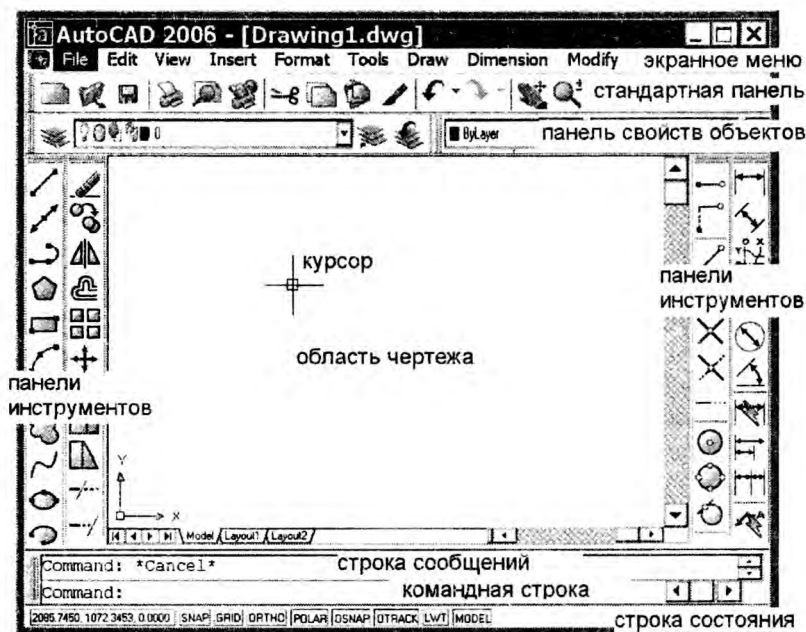

Рис. 1.1. Главное окно программы AutoCAD
Загрузка программы займет некоторое время, подождите. После запуска на экране монитора появится главное окно AutoCAD (рис. 1.1).
**1.4. Разместите панели инструментов на экране так, как показано на рис. 1.1.**